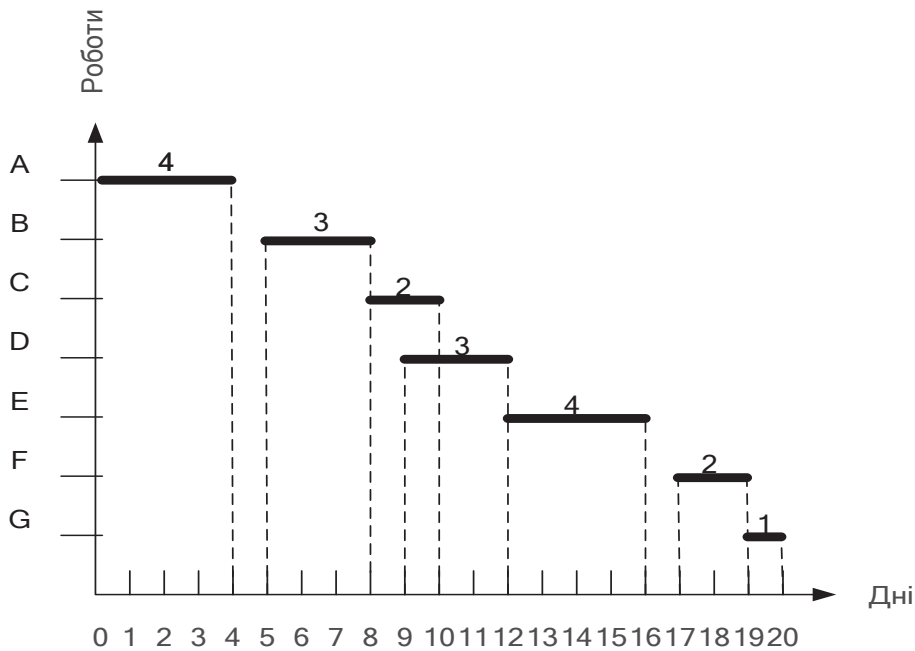

Рис. 5.34. Відображення робіт на діаграмі Ганта з урахуванням обмежень на терміни їх виконання
1. Побудуємо систему координат для діаграми Ганта, в якій по осі x відобразимо час у днях, по осі y – роботи. У завданні потрібно побудувати 7 робіт. Тому по осі y відкладемо 7 ділень (рис. 5.34), по осі x – 20 ділень.
Результати побудови діаграми Ганта подані на рис. 5.34.